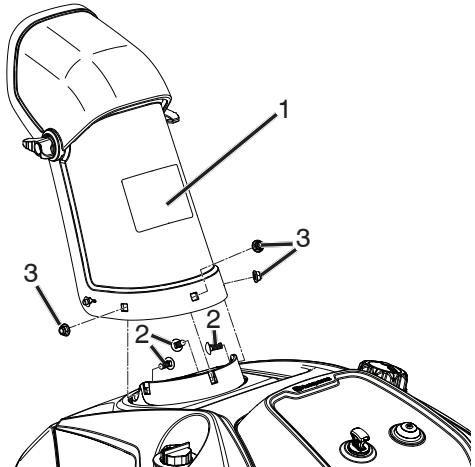

Figure 27
- Déposer la goulotte de décharge en enlevant les trois boulons de châssis et les trois écrous à bride (Figure 27).